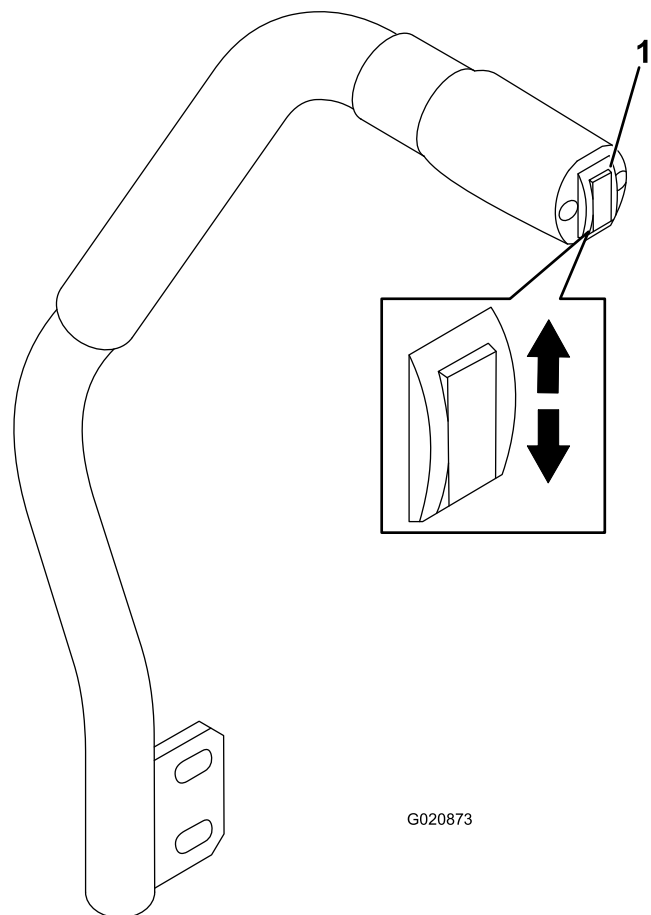

Рисунок 23
- Чтобы опустить режущий блок, нажмите переключатель подъема деки вниз (Рисунок 23).
- Чтобы поднять деку газонокосилки, нажмите переключатель подъема деки вверх (Рисунок 23).
Подъем и опускание режущего блока производится с помощью переключателя подъема деки (Рисунок 23). Рычаг можно использовать только при работающем двигателе.
1. При работающем двигателе нажмите переключатель подъема деки вверх, пока режущий блок не поднимется полностью, и **немедленно отпустите переключатель** (Рисунок 23).